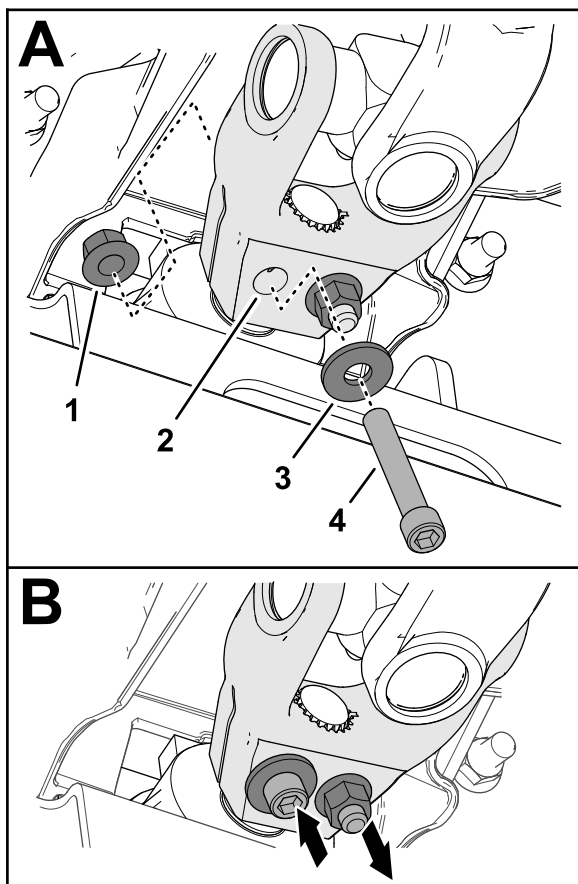

図 19
6. ソケットヘッドキャップスクリュー $\frac{3}{8}$ x $2\frac{1}{4}$ "にワッシャ $\frac{3}{8}$ "を通し、駆動シャフトのヨークの穴 図 19に通して、フランジロックナット $\frac{3}{8}$ "で固定する。
- ソケットヘッドキャップスクリュー $\frac{3}{8}$ " x $2\frac{1}{4}$ "にワッシャ $\frac{3}{8}$ "を通し、駆動シャフトのヨークの穴 図 19 に逆方向から通して、フランジロックナット $\frac{3}{8}$ "で固定する。